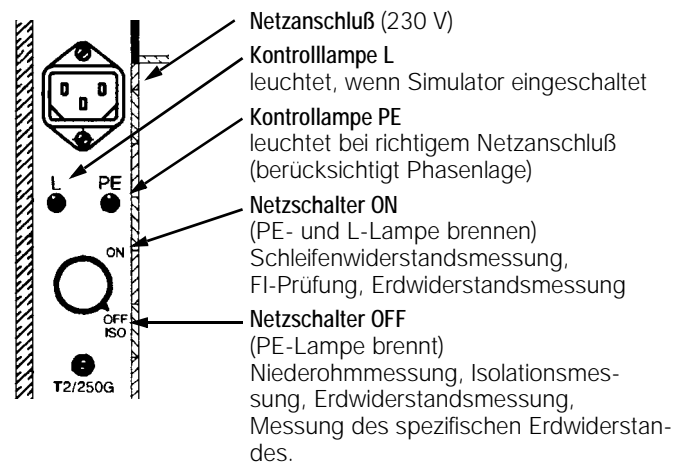
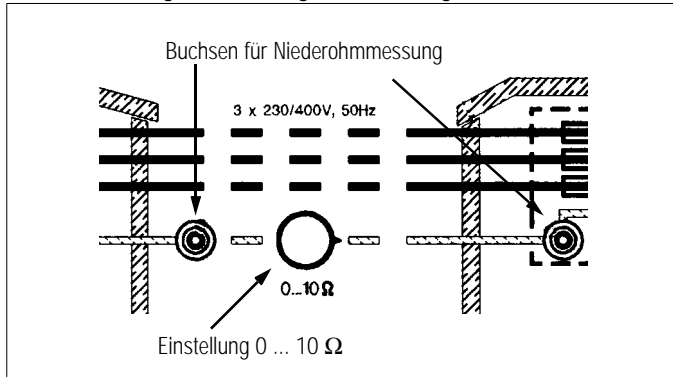
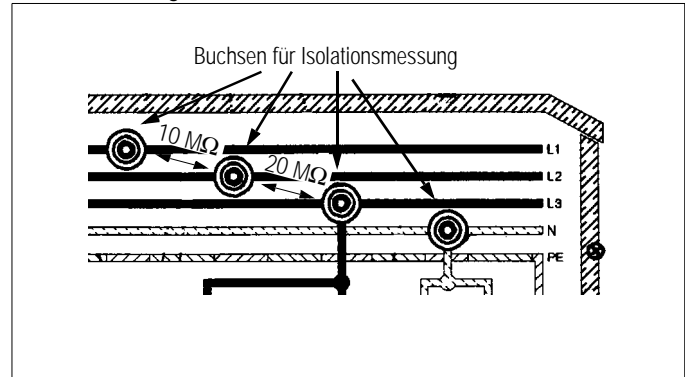

Bild 3.1-1
Bild 4.1-1
Bild 5.1-1
Zusätzlich leuchtet jetzt die Kontrolllampe L, siehe Bild 3.1-1.
Spannungsloser Zustand des Simulators – nur die Kontrolllampe PE [siehe Bild 3.1-1] leuchtet. Diese Messung kann zwischen den beiden Buchsen für Niederohmmessungen [Bild 4.1-1] demonstriert werden. Der Widerstandswert kann mit dem Regler im Bereich $0 \dots 10 \Omega$ variiert werden.
Der Simulator ist im spannungslosen Zustand – nur die Kontrolllampe PE leuchtet, siehe Bild 3.1-1. Diese Messung kann zwischen den vier Buchsen [Bild 5.1-1] mit verschiedenen Werten demonstriert werden.
- ⇨ Schalten Sie den Simulator PROFiTEST S1 mit dem Netzschalter ein, siehe Bild 3.1-1.
Verwenden Sie für die Messungen mit dem SEV-Steckereinsatz den Schuko/SEV-Adapter (Zubehör). Im TN-Netz kann der angezeigte Wert mit dem Einstellknopf [Bild 4.1-1] verändert werden.